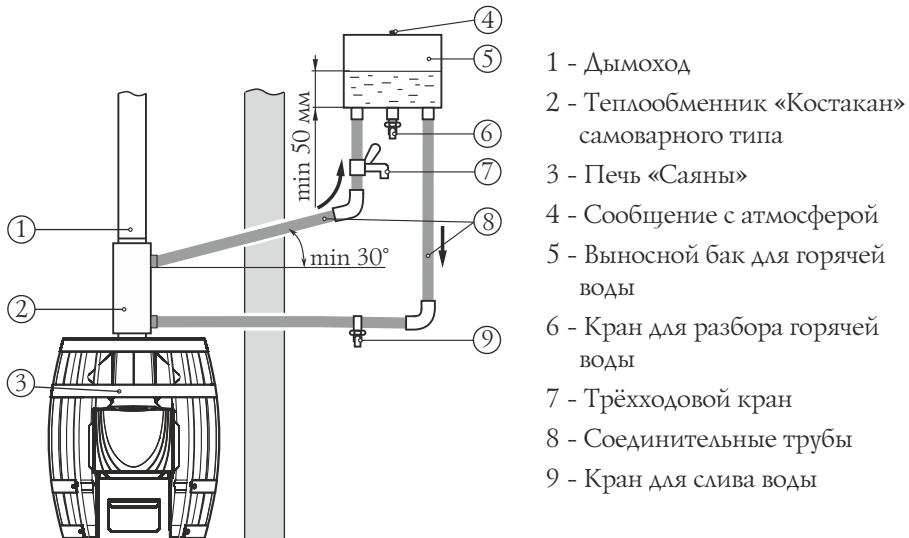

Рисунок 9. Схема монтажа системы водонагрева с использованием теплообменника «Костакан».
При необходимости получения горячей воды за более короткий срок, допускается производить разбор воды до ее попадания в бак. Для этого необходимо присоединить трехходовой кран (7) к трубе горячей линии, между верхним штуцером теплообменника и выносным баком в удобном для вас месте (рисунок 9).